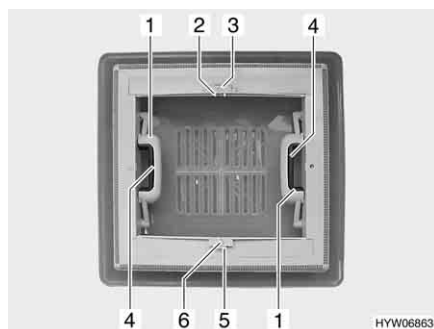

Fig. 20 Oblò a scatto
- Apertura:* ■ Premere la chiusura a scatto (Fig. 20,4) verso l'interno dell'oblò. Premere contemporaneamente verso l'alto l'oblò con la maniglia (Fig. 20,1).
- Chiusura:* ■ Tirare con forza verso il basso le due maniglie (Fig. 20,1) dell'oblò, fino a quando non scattano entrambe le chiusure.
- Chiusura:* ■ Premere l'arresto (Fig. 20,5) verso il lato esterno dell'oblò.
- Tirare l'oscurante a rullo per la maniglia (Fig. 20,6) fino alla maniglia contrapposta della zanzariera a rullo (Fig. 20,2) e farla innestare.
- Apertura:* ■ Serrare la maniglia (Fig. 20,2). L'arresto si sblocca.
- Ricondurre lentamente l'oscurante a rullo accompagnandolo con la maniglia (Fig. 20,6).
- Premere l'arresto (Fig. 20,3) verso il lato esterno dell'oblò.
- Tirare la zanzariera a rullo per la maniglia (Fig. 20,2) fino alla maniglia contrapposta dell'oscurante a rullo (Fig. 20,6) e farla innestare.
- Serrare la maniglia (Fig. 20,2). L'arresto si sblocca.
- Ricondurre lentamente la zanzariera a rullo accompagnandola con la maniglia (Fig. 20,2).